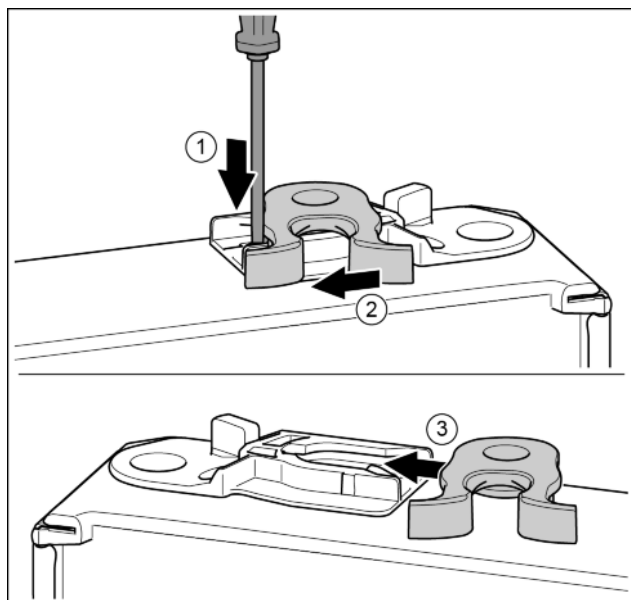

Fig. 15
- ▶ Onderkant van de deur wijst naar boven: Deur draaien. Fig. 15 (1)
- ▶ Lip met sleufschroevendraaier naar onder drukken. Fig. 15 (2)
- ▶ Sluithaak uit de geleiding trekken. Fig. 15 (3)
- ▶ Sluithaak aan de andere kant van de geleiding schuiven. Fig. 15 (3)